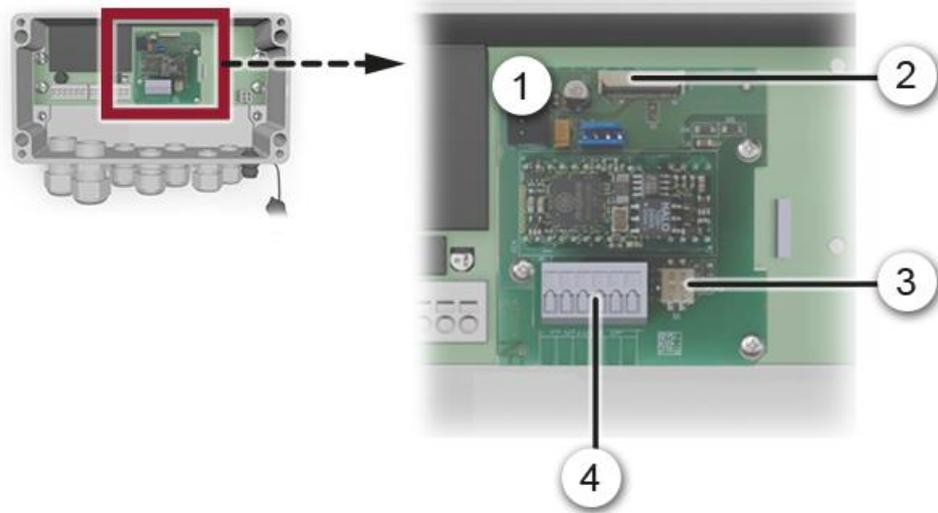

Figure 12: vue du module Profibus DP dans le SIPORT 2
- Si le photomètre se trouve en fin de boucle, le commutateur DIL S2/1 sur le module de connexion doit être en position active (ON) (Figure 12. pos. 3).